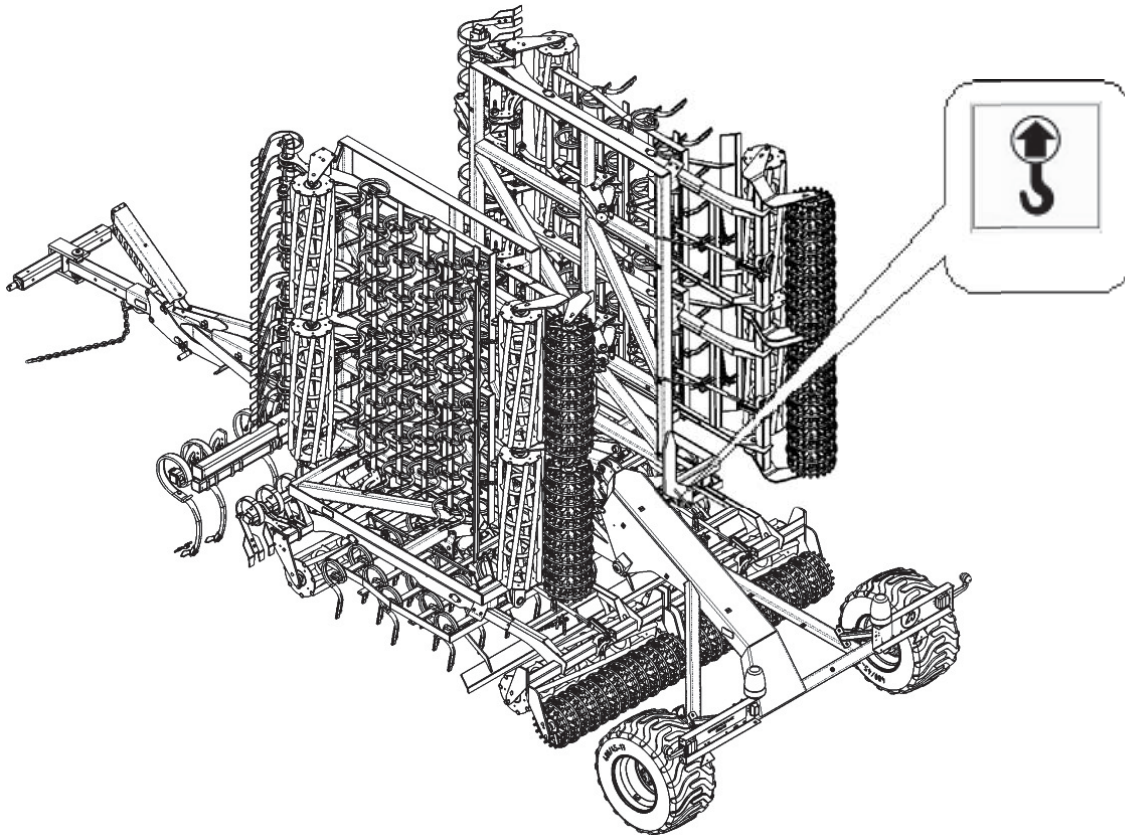

Fig. 3 Løftepunkter til løftning vha. kranudstyr
- transportbånd skal anbringes på sidefløjene, på de relevante steder markeret med et klistemærke (Fig. 3)